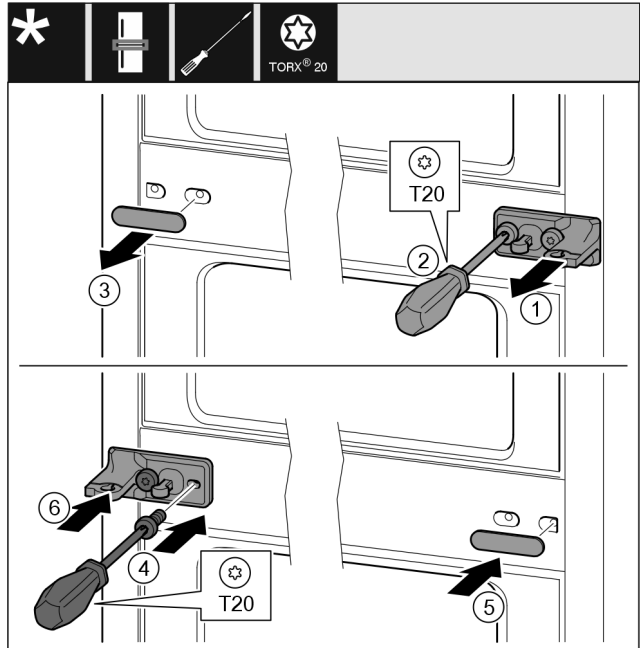

Fig. 12
- Dra av skivan Fig. 12 (1).
- Skruva ur skruvarna Fig. 12 (2) med en skruvmejsel.
- Dra av skyddet Fig. 12 (3) försiktigt.
- Skruva fast lagerbocken med folien Fig. 12 (4) vriden 180° på den andra sidan.
- Sätt in skyddet Fig. 12 (5) vridet 180° på den andra sidan.
- För på skivan Fig. 12 (6) framifrån.